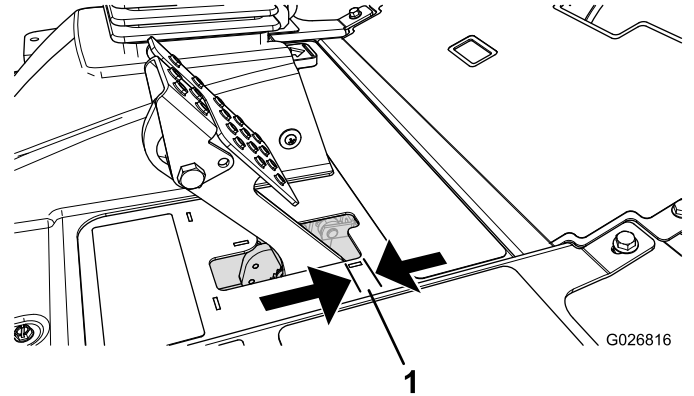

図 64
ブレーキペダルの「遊び」図 64が 2.5cm 以上となったり、強く踏み込まないとブレーキの効きが悪く感じられるようになったら、調整を行ってください。遊びとは、ブレーキペダルを踏み込んでから抵抗を感じるまでのペダルの行きしろを言います。
2. 後ナットを締めてケーブルを後方に移動させて、ホイールがロックする前のブレーキペダルの遊び図 64が 613mm なるように調整する。